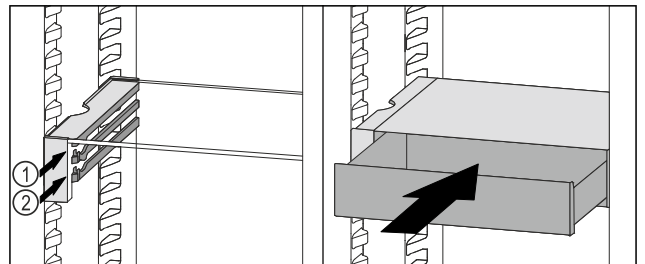

Fig. 103
- ▶ VarioSafe-lade achter de stoppers op de gewenste rib Fig. 103 (1) of Fig. 103 (2) plaatsen.